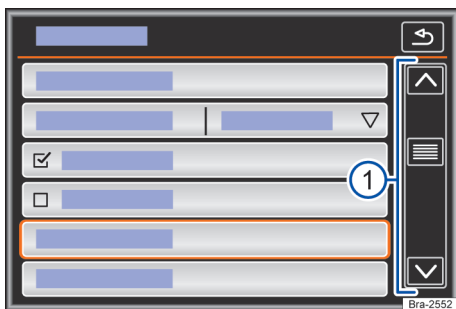

Fig. 118 Representación esquemática: entradas de lista, menú de configuraciones.
Se puede acceder a las entradas de la lista mediante un toque directo en el display, o por medio de la tecla de regulación → fig. 118 ①.
Si en una vista de lista hay más registros seleccionables de los que se puede ver, se muestran botones de función para desplazar o una barra de desplazamiento a la derecha en la imagen → fig. 118 ①.